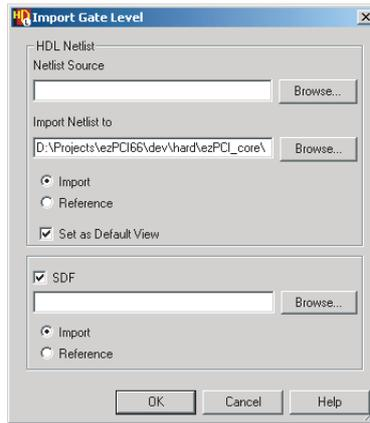

FIGURE 4.17 – Importation d'une netlist avec les contraintes de temps
- Dans la fenêtre qui s'ouvre (cf. figure 4.17)